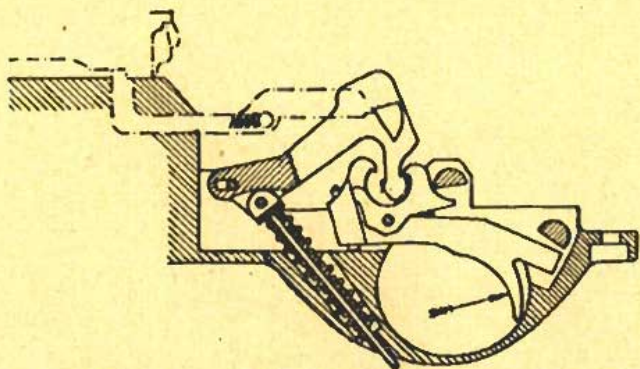

Fig. No 58 - LA GÂCHETTE D'AUTOMATICITÉ PERD CONTACT AVEC LA TÊTE DU CHIEN. LE BEC D'ARMÉ DU CHIEN EST SAISI PAR LA GÂCHETTE AUXILIAIRE
- (3) La glissière, à fond de course, agit par l'intermédiaire de son tenon d'entraînement sur la tête de la gâchette d'automatisme qui pivote autour de son axe et oblige ainsi son extrémité postérieure à s'élever et à quitter le contact avec la tête du chien. (voir fig. No 58).